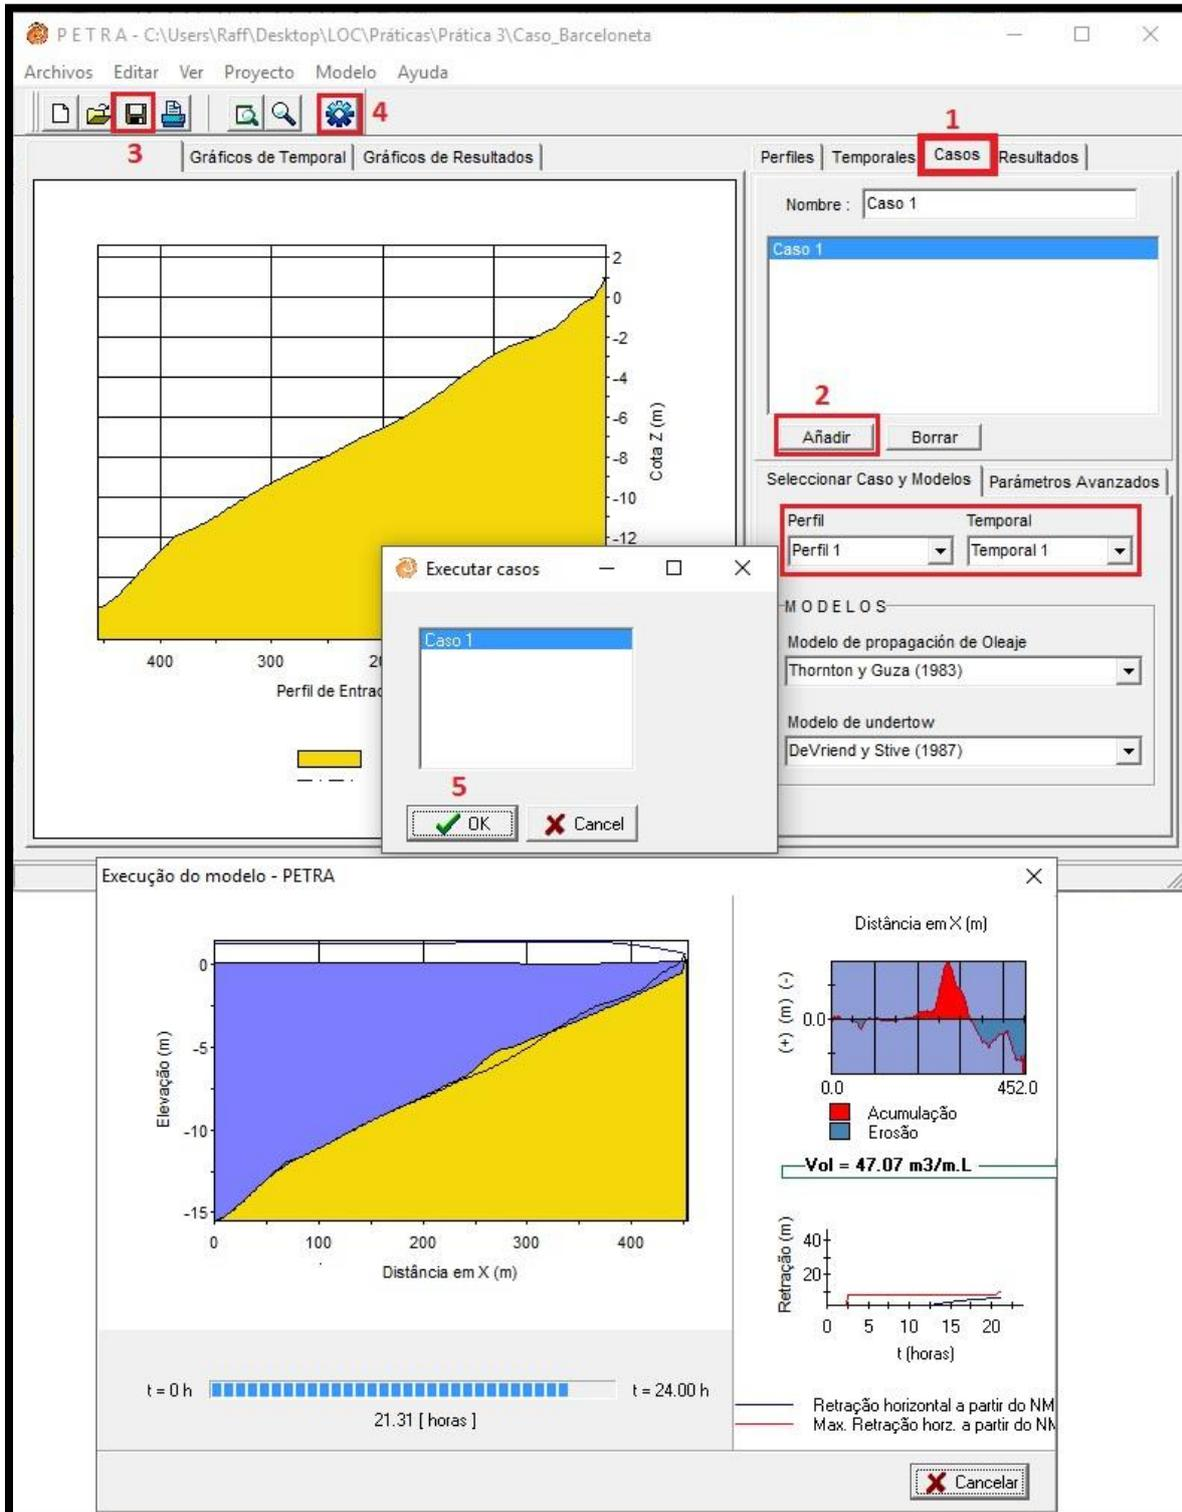

Figura 27 – Execução do caso.
18) Salvar o projeto e executar o caso (Figura 27).